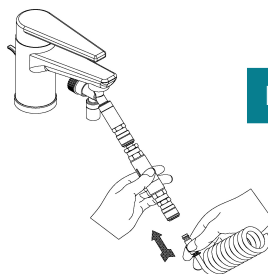

FIG 9
4. Successivamente dovrete montare il Gruppo Filtro *(se non presente passare direttamente alla fase 5. FIG 9).*